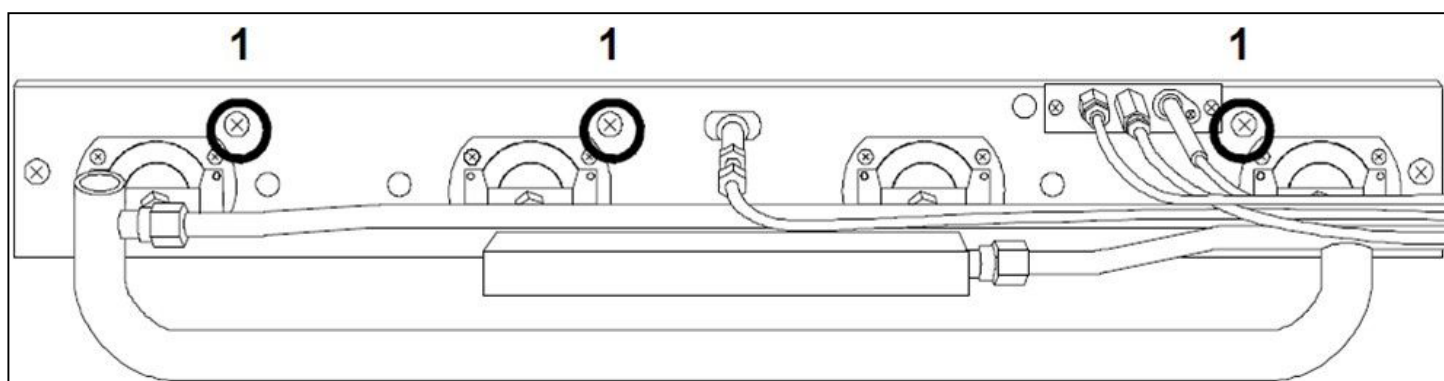

FIG.17
- Destornillar los 3 tornillos de fijación de los soportes del quemador (FIG.17-Ref.1);